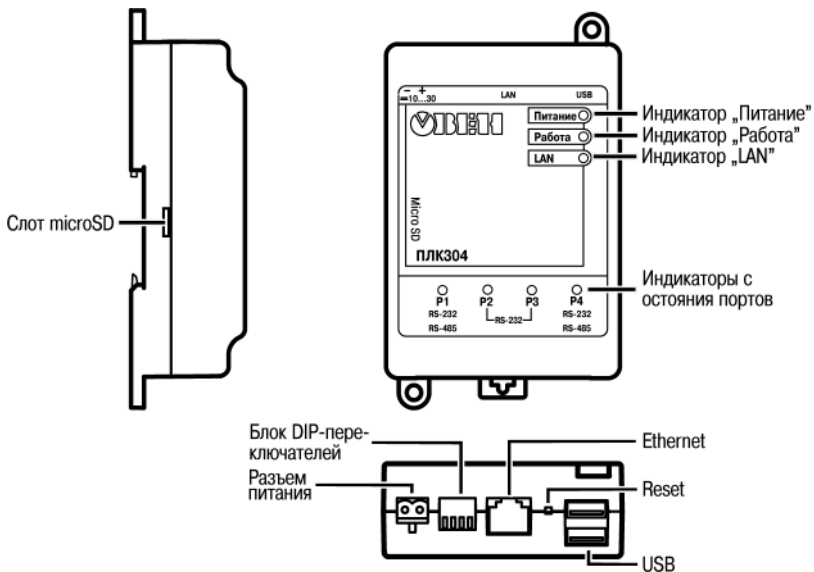

Рисунок 3.1 – Внешний вид ПЛК304
- кнопка «RESET» (см. рисунок 3.1), используемая для перезагрузки контроллера;